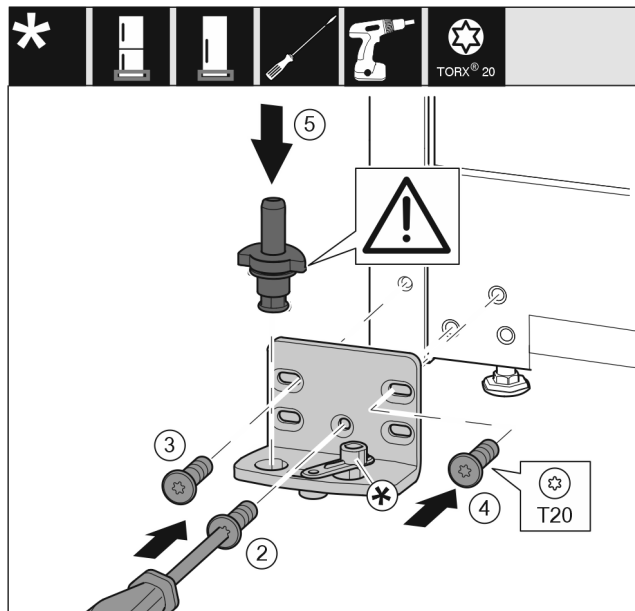

Fig. 16
- Vendosni bazamentin mbështetës në anën tjetër dhe mbërthejeni me ndihmën e një kaçavidë. Filloni me vidën Fig. 16 (2) poshtë në mes.
- Mbërtheni fort vidën Fig. 16 (3) dhe vidën Fig. 16 (4).
- Vendosni komplet në vend bulonin e rrotullimit Fig. 16 (5). Këtu bëni kujdes që gunga ndaluese të jetë e kthyer nga poshtë.